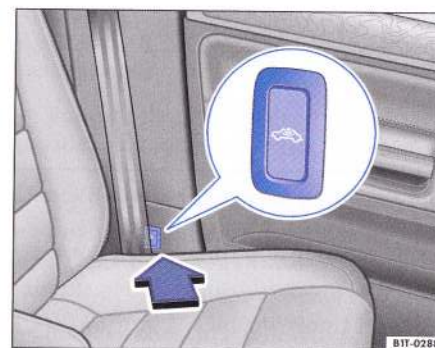

Fig. 27 Tasta pentru decuplarea instalației de supraveghere și a protecției la remorcă.
Supravegherea interiorului și protecția la remorcă pot fi dezactivate numai când este aprinsă iluminarea de orientare din tasta ⇒ fig. 27. Iluminarea de orientare se activează după scoaterea cheii din contact și deschiderea unei uși, de ex. ușa conducătorului.
– Pentru a deconecta supravegherea interioară și protecția la remorcare, apăsați tasta ⇒ pagina 45, fig. 27³²⁾. În tastă se aprinde o lampă de control galbenă care va rămâne aprinsă până la încuierea autovehiculului.